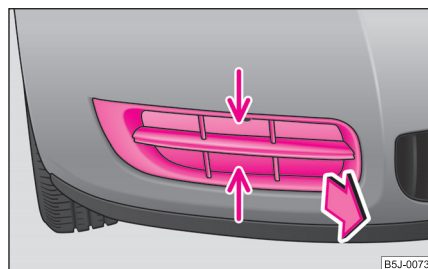

Abb. 189 Vordere Stoßfänger: Schutzgitter
- Greifen Sie das Schutzgitter an der mit Pfeil gekennzeichneten Stelle an und nehmen Sie es heraus ⇒ Seite 212, Abb. 189.